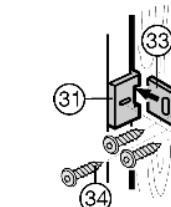

Fig. 19
► Соединительную деталь дверцы Fig. 19 (31) закрепите винтом Fig. 19 (32), при этом обратите внимание на положение ручки. При полностью открытой дверце:
► Вставьте соединительную шину дверцы Fig. 19 (33) и привинтите к дверце шкафчика винтами Fig. 19 (34). При этом соблюдайте расстояние d (толщина стенки кухонного шкафчика).